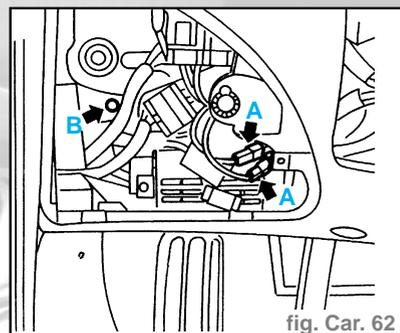

fig. Car. 62
- Débrancher les deux connecteurs (A) de la clé de signalisation de détresse du dispositif d'alarme (fig. Car. 62).
- Dévisser la vis (B) de fixation du tableau de bord à la coque.